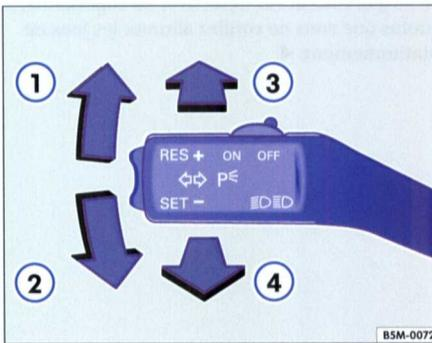

Fig. 37 Levier des clignotants et de l'inverseur-codes
- Soulevez le levier jusqu'en butée \Rightarrow fig. 37 ① pour activer les clignotants **droits** ou abaissez-le jusqu'en butée ② pour activer les clignotants **gauches**.
- Poussez le levier vers l'avant \Rightarrow fig. 37 ③ pour activer les feux de route.